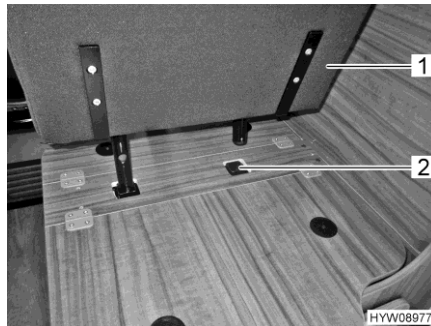

Fig. 29 Ficher le siège emboîtable dans sa fixation
- Ficher le siège emboîtable (Fig. 29,1) dans la fixation (Fig. 29,2).